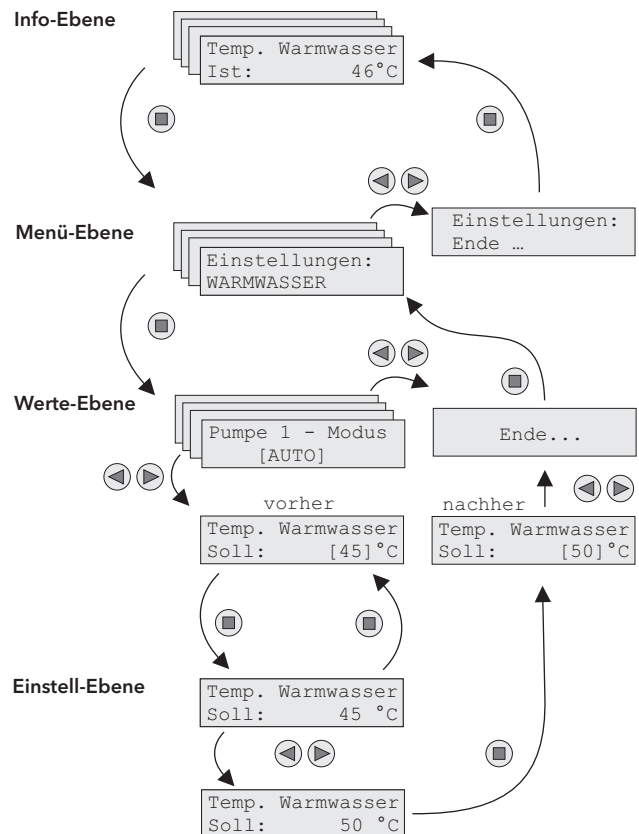

Bild 10 Regleranzeige und Regler einstellen
- Zum Öffnen des Reglers die 4 Schnellverschlüsse **(9)**, Bild 10 um 90° nach links drehen und Gehäusedeckel abnehmen. Den Flachbandkabelstecker zur Displayplatine von der Buchse **(3)** abziehen und Reglerdeckel geschützt zur Seite legen.
- Den Stecker **(4)** zum Netzanschluss aus der Buchse **(5)** herausziehen, das Netzkabel (Kabelquerschnitt 3 x 0,75 bis 1,5 mm²) z.B. am Primär rücklauf entlang in die Station und über eine freie PG-Verschraubung **(10)**, Bild 10 in den Regler führen. Phase, Nullleiter und Potenzial Erde in dem Stecker **(4)** befestigen und diesen dann auf Buchse **(5)** stecken.
ist zur Aktivierung der Kesselnachheizung für den Desinfektionsbetrieb bestimmt. Bitte beachten Sie, dass dieser potenzialfreie Schaltkontakt mit einer Stromstärke von maximal 0,5 A belastet werden darf. Bei Kesselanforderung schließt der Regler den Kontakt 11-12 und öffnet den Kontakt 11-13. Nach Wegfall der Anforderung wird der Kontakt 11-12 wieder geöffnet und der Kontakt 11-13 wieder geschlossen. Wenn der Kontakt 11-12 geschlossen ist, leuchtet die dritte Leuchtdiode von links **(3)**, Bild 10 dauerhaft grün.
- Reglergehäusedeckel vor das Gehäuseunterteil halten, das Flachbandkabel zur Displayplatine **(3)** wieder aufstecken, den Deckel auf das Unterteil aufsetzen und die 4 Schnellverschlüsse **(9)**, Bild 10 niederdrücken und um 90° nach rechts drehen.
4.1 Regler-Anzeigen (Bild 10)
- Die LED (1) leuchtet in Abhängigkeit von der Ausgangsleistung der Primärkreispumpe durchgehend grün (maximale Ausgangsleistung), mit längeren Grünphasen (mittlere Ausgangsleistung) oder mit kurzen Grünphasen (niedrige Ausgangsleistung).
- Die LED (2) gibt in gleicher Weise den Betriebszustand der Zirkulationspumpe (sofern angeschlossen) wieder.
- Die LED (3) leuchtet dauerhaft grün, wenn der externe Schaltausgang zur Aktivierung der Nachheizung (nur Desinfektionsfunktion) geschlossen ist.
- Die LED (4) leuchtet dauerhaft rot, wenn während der Desinfektionsdauer die Desinfektionstemperatur unterschritten wurde oder wenn die Primärkreistemperatur das erforderliche Temperaturniveau unterschreitet.
- Mit den Tasten < (6) und > (8) innerhalb der Info-Ebene blättern, um alle aktuellen Temperaturen und Pumpenleistungen anzuzeigen.
4.2 Regler-Einstellungen (Bild 10)
- Mit der Taste ■ (7) aus der Info-Ebene in die Menü-Ebene wechseln.
5.3 Regler einstellen (Bild 10)
Stellen Sie jetzt den Regler auf die individuellen Gegebenheiten vor Ort ein. Bild 10 gibt Ihnen eine Übersicht über die Menüstruktur und erklärt die Verwendung der Bedientasten. Gehen Sie der Reihe nach die Einstell-Menüs: „WARMWASSER“, „ZIRKULATION“, „DESINFEKTION“, „SERVICE“, „SPRACHE“ und „UHRZEIT“ durch. Zur Auswahl der jeweiligen Werte helfen Ihnen die Tabellen 7 bis 13 weiter. Tragen Sie zum Abschluss die individuelle Konfiguration in die Spalte „Ihr Wert“ ein.